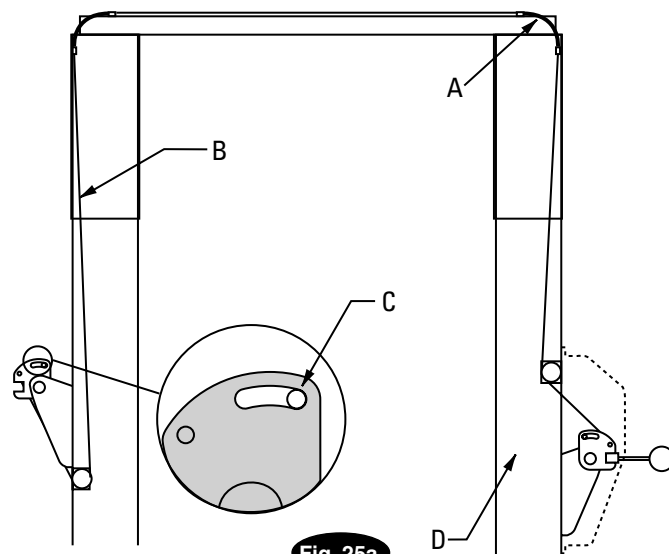
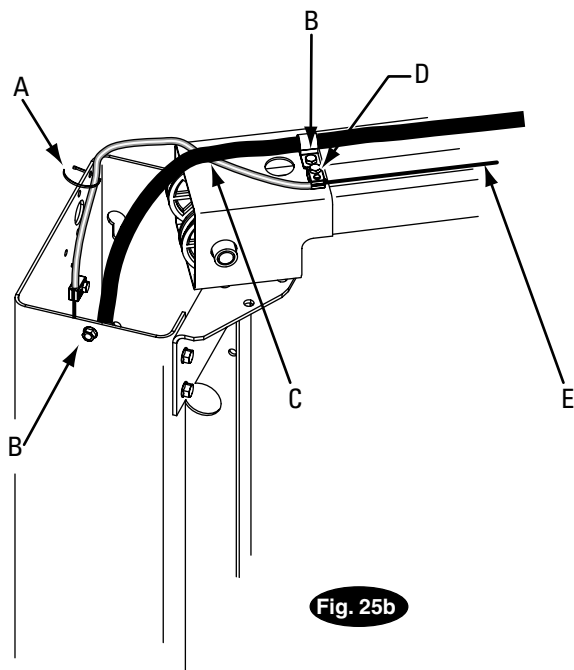
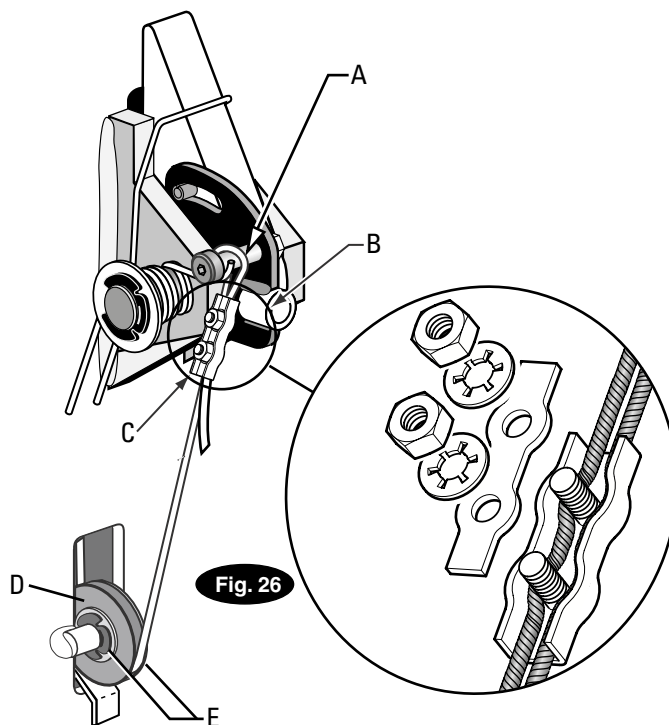

Fig. 25a
Fig. 25b
Fig. 26
- Fissare le staffe della guida del cavo del gancio di arresto alla traversa superiore come mostrato nelle figure 25a e 25b. Utilizzare sempre i fori sul lato di avvicinamento al ponte di sollevamento. Fissare le viti cilindriche a testa esagonale nel foro più vicino al centro della traversa superiore, fig. 25b.
- Far passare il cavo in alto all'interno della colonna e attraverso la guida del cavo del gancio di arresto, fig. 25a & fig. 25b.
IMPORTANTE Fissare la guida del cavo del gancio di arresto alla prolunga della colonna mediante i fissacavo forniti, come mostrato in fig. 25b. Per il fissaggio deve essere utilizzato il foro più vicino al bordo esterno della colonna sul lato **OPPOSTO AL LATO ENTRATA**.
- Fare poi passare il cavo attraverso la guida del cavo del gancio di arresto nella colonna a sinistra, fig. 25a & fig. 25b, facendovelo passare attraverso, fig. 25b.
IMPORTANT Fissare la guida del cavo del gancio di arresto alla prolunga della colonna mediante i fissacavo forniti, come mostrato in fig. 25b. Per il fissaggio deve essere utilizzato il foro più vicino al bordo esterno della colonna sul lato **OPPOSTO AL LATO ENTRATA**.
- Posare verso il basso il cavo del gancio di arresto all'interno della colonna sinistra e far passare la sua estremità attraverso la fessura della puleggia del cavo del gancio di arresto inferiore, in modo che il cavo si trovi di nuovo fuori dalla colonna, fig. 26.
- Montare la puleggia del cavo del gancio di arresto e gli anelli di arresto nella fessura inferiore della colonna del gruppo non generatore, come mostrato in fig. 26.
Dettaglio fig. 25a
- I) Far passare il cavo sotto il lato inferiore della puleggia del cavo del gancio di arresto, fig. 26.
Dettaglio fig. 25b
- K) Inserire il cavo nel supporto per cavo lungo un lato, avvolgerlo intorno alla vite a spallamento e ricondurlo indietro, inserendo il cavo lungo l'altro lato del supporto per cavo, fig. 26. Applicare di nuovo la copertura sul supporto per cavo e stringere leggermente.
- L) Abbassare quindi la piastra di comando, fig. 25a & fig. 26, per evitare qualsiasi gioco tra la fessura della piastra di comando ed il perno del gancio di arresto, fig. 25a.
Dettaglio fig. 26